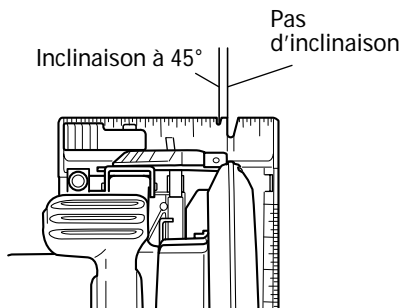

Fig. 13
1. Placer le corps (socle) de la scie sur le matériau, et, comme indiqué à la Fig. 13, aligner la ligne de coupe en pointillé sur la lame de scie, en utilisant l'encoche gravée à l'avant du socle. Ce rapport entre le socle et le matériau ne devra pas changer quelle que soit l'inclinaison du socle.
4. Incliner la scie vers l'avant et aligner l'encoche (Fig. 13) sur la ligne de guidage pré-marquée.